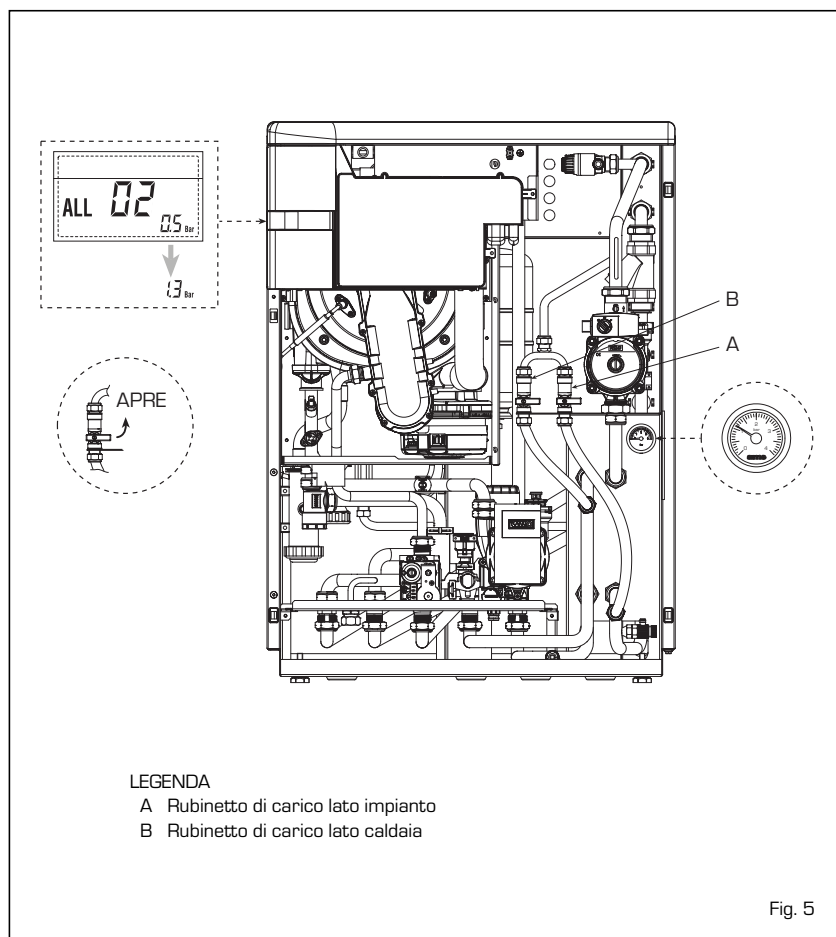

Fig. 5
2.4 FASE INIZIALE RIEMPIMENTO LATO CALDAIA E LATO IMPIANTO (fig. 5)